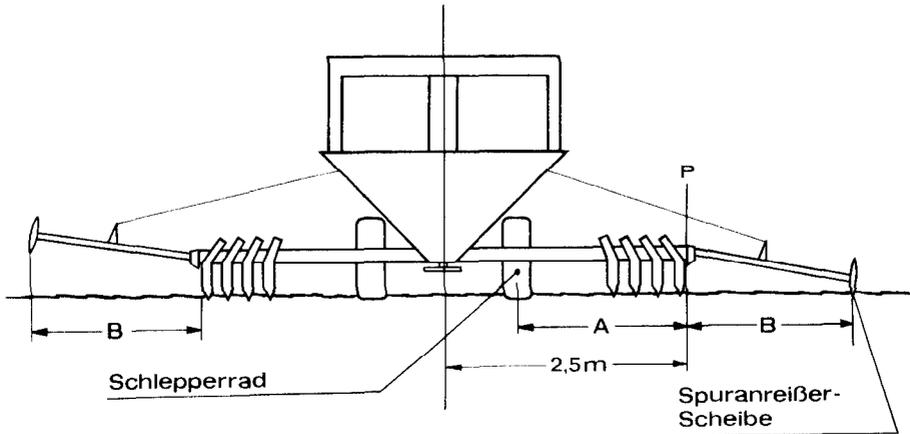

Abbildung 27
8. Beide Spuranreißer auf die Schlepper-Spur einstellen. Hierzu (siehe Abb. 27) die **halbe** Arbeitsbreite (bei 5,00 m Arbeitsbreite: 2,50 m) von der **Maschinenmitte** aus nach außen anzeichnen (ergibt den Punkt »P« siehe Abb. 27). Man mißt jetzt den Abstand »A« (Entfernung von Schlepper-Vorderrad-Mitte bis »P«) und stellt mit Hilfe dieses Maßes die Spurscheiben ein. Der Abstand »P« bis zur Spurscheibe ist »B«. (»A« muß gleich »B« sein.)